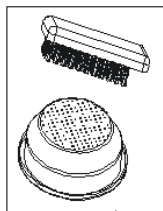

Fig. 6
NETTOYAGE DU FILTRE (K) – FIG. 6